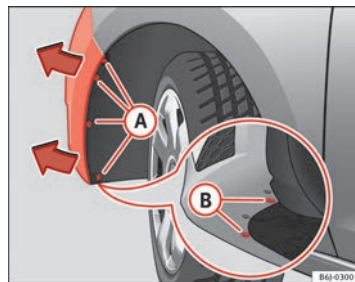

Fig. 172 Projecteur antibrouillard : accès au connecteur et au porte-ampoule.
- Retirez les 4 vis **A** $\Rightarrow$ fig. 172 de l'intérieur du passage de roue et les 2 vis inférieures **B** $\Rightarrow$ fig. 172 du pare-chocs en vous servant d'un tournevis.